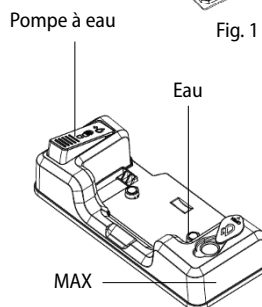

Fig. 2
2. Avant l'utilisation, desserrer le bouchon du bac d'eau et remplir le réservoir d'eau distillée (Fig. 2). Respecter le niveau d'eau maximum selon la ligne MAX située sur le bac d'eau (Fig. 2).
3. Pour laver par terre, humidifier le tissu de nettoyage (17) en appuyant à plusieurs reprises sur la pompe à eau du bac d'eau. Pour un nettoyage plus efficace, il est conseillé d'humidifier le tissu avant de l'utiliser.